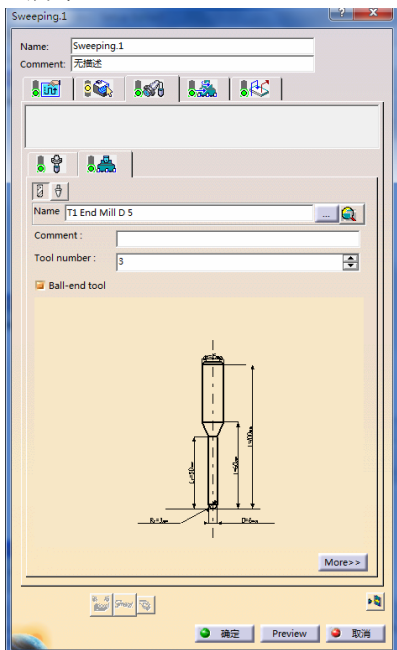

图 3-245 刀具参数选项卡（12）
- 单击“Sweeping.1”对话框中的，切换到刀具参数选项卡（12），在“Name”文本框中输入“T1 End Mill D5”，选中“Ball-end tool”复选框，如图 3-245 所示。